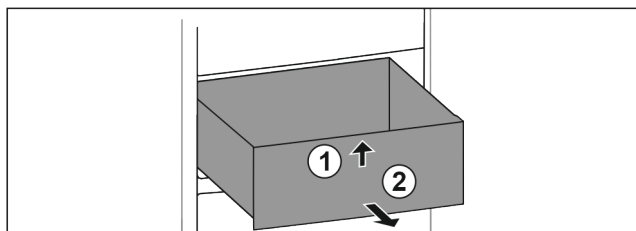

Fig. 59
- ▶ Soulever la partie avant du tiroir. Fig. 59 (1).
- ▶ Retirer le tiroir par l'avant. Fig. 59 (2)